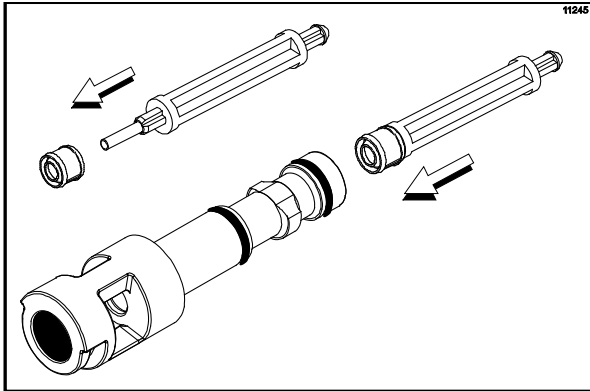

Figure 117
- Insérer le joint de l'arbre du centrifugeur dans le bas de la vanne de sortie en le poussant aussi loin que possible. Le joint de l'arbre du centrifugeur doit pouvoir s'insérer dans la rainure du joint située dans la cavité de la vanne de sortie (Cf. Figure 117).